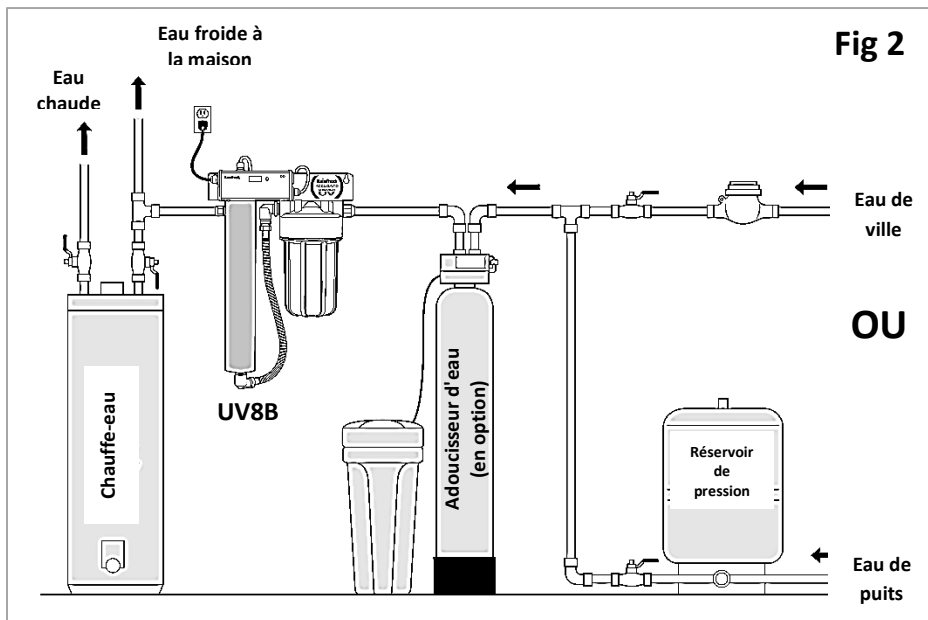
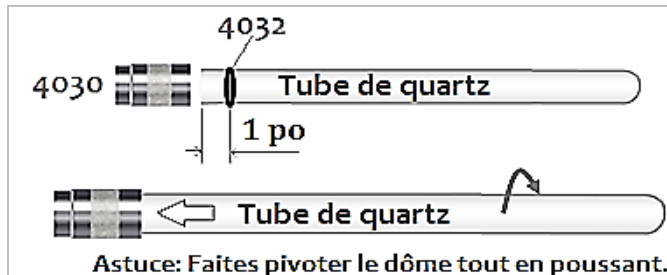

Fig 2
Fig 4
- **Dureté de l'eau :** Concentration de moins de 7 grains par gallon (119 ppm). L'eau dure peut laisser des dépôts sur le tube de quartz, ce qui réduit la transmission du rayonnement UV dans l'eau. Le système avec UV fonctionnera avec de l'eau dure pendant une courte période après laquelle l'accumulation de dépôt sur le dôme en quartz réduira les performances de désinfection (condition dangereuse). Il est donc recommandé, pour l'eau dure un adoucisseur d'eau devrait être installé avant le système UV (voir fig 2).
Si votre eau provient d'un puits, d'un lac ou d'une rivière, etc., le système UV8B doit être installé après la pompe et le réservoir de pression. **Mise en garde:** Pour prévenir tout dommage du système UV8B, ne l'installez pas entre la pompe du puits et le réservoir de pression. Si vous avez d'autres filtres ou conditionneurs d'eau installés, comme un adoucisseur ou un filtre à fer, etc., le système UV8B doit toujours être installé à la dernière étape du traitement avant la division des conduites d'eau en eau chaude et en eau froide (fig. 2)
2. Installez la nouvelle plomberie en utilisant la **fig. 2** comme guide pour voir à quoi doit ressembler l'installation.
3. Déballez soigneusement la lampe UV (R830L) et le tube de quartz (R830QD). **Remarque:** Manipulez la lampe et le tube de quartz par les extrémités et portez des gants propres et secs. Le joint torique (515) de l'écrou de compression est installé à l'usine dans la rainure de l'écrou de compression. Le joint torique du tube de quartz (4032) est dans un sac de plastique séparé.
4. Installez le joint torique (4032) sur le tube de quartz, à environ 1 po de l'extrémité ouverte (Fig 4).